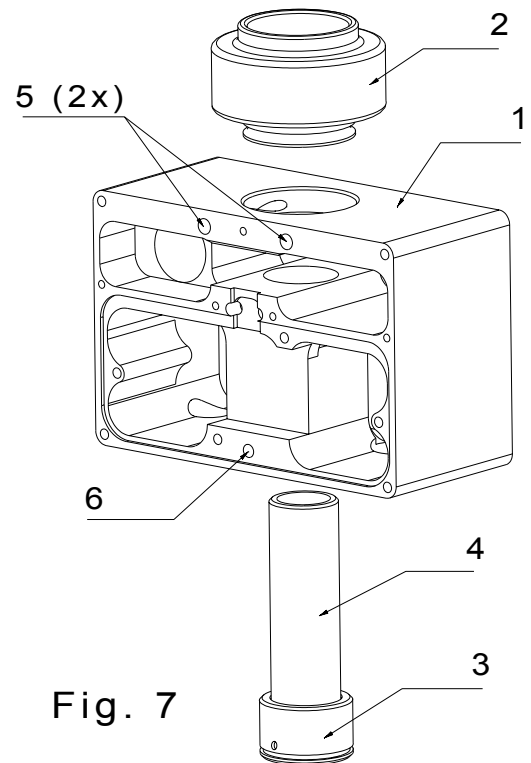

Fig. 7
13.1 Auswechseln der Glasleittröhre (Siehe Fig. 7)